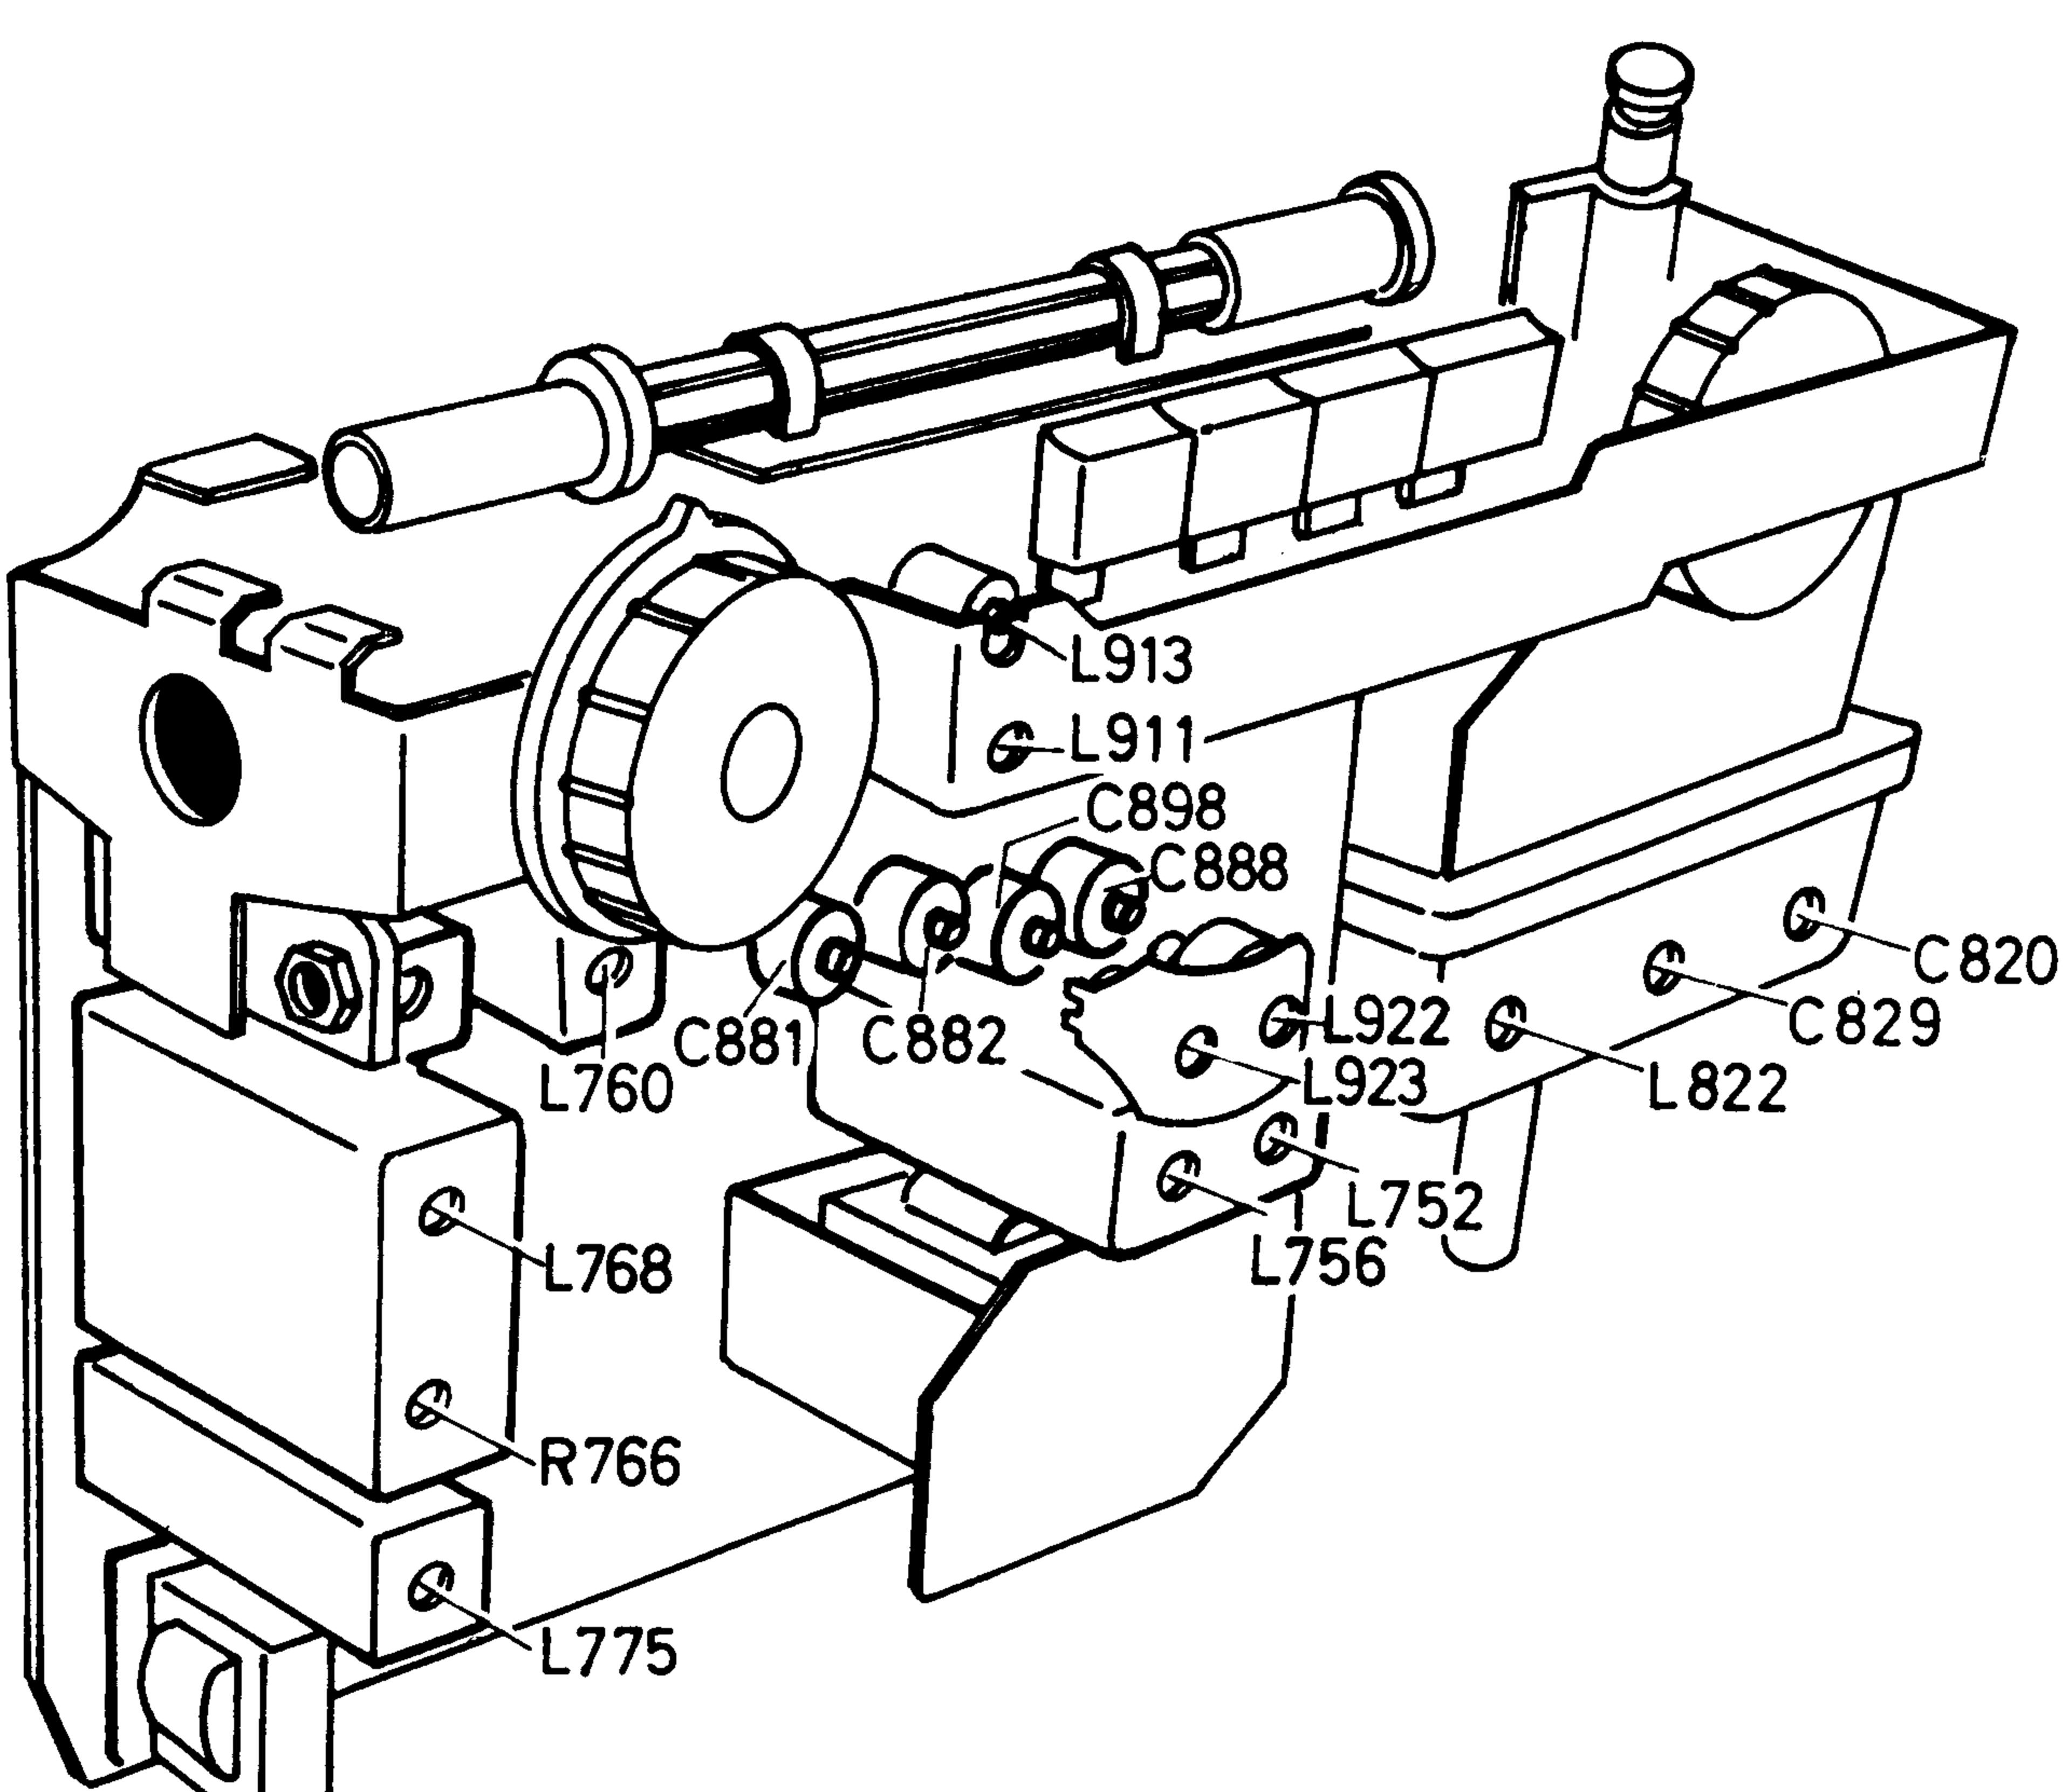

Fig. 7
- ³⁾ Ein AM-Signal, 400 Hz, 30 % moduliert, soll eine Ratiospannung von 1,4 V erzeugen. Dann mit R 766 ein Spannungsminimum am Outputmeter einstellen, Fig. 7.
³⁾ An AM signal, 400 cs, 30 % modulated must produce a ratio voltage of 1.4 V. Adjust a voltage minimum at the outputmeter by means of R 766, see fig. 7.